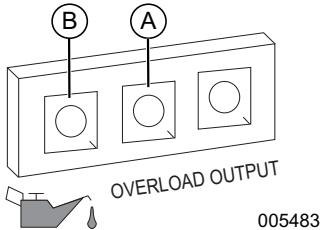

Imagen 3-3. Fallo de apagado
NOTA IMPORTANTE: No sobrecargue el generador ni las tomas de corriente individuales del panel. Consulte la **Imagen 3-3**. Si se produce una sobrecarga, el LED de sobrecarga (A) se iluminará y la salida de CA se detendrá. Para corregir este problema, consulte **Luces de estado del generador**. Lea la sección **Conozca los límites del generador** detenidamente.
El motor está equipado con un sensor de nivel de aceite bajo que apaga el motor automáticamente cuando el nivel de aceite cae por debajo de un nivel especificado para evitar que el motor se dañe. Consulte la **Imagen 3-3** (B). El motor no funcionará hasta que se añada aceite hasta el nivel adecuado.